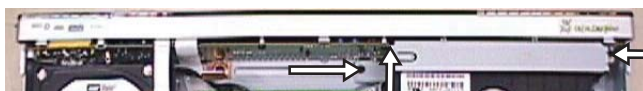

Figura 4-5: Solte o Painel Frontal
- 1) Remova os parafusos como indicado para soltar o prato frontal do carregador 182 do chassis 0920 como mostra a Figura 4-5 e também a segurança do painel Frontal.